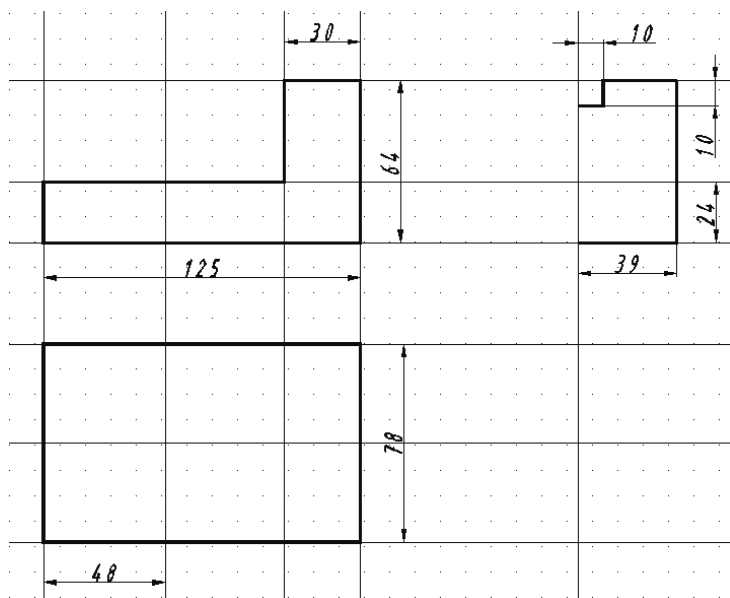

Рисунок 2.4
3. Провести необходимые вспомогательные построения для формирования трех видов детали. Слой – *Вспомогательный*, команда – ПРЯМАЯ (опции **Гор**, **Вер**, **Отступ**), рисунок 2.4.
4. Выполнить обводку внешнего контура вида сверху (привязка – **Пересечение**) без скруглений и вычертить половину внешнего контура вида слева с полярным отслеживанием (или автоотслеживанием) на слое *Контур* командой ПОЛИЛИНИЯ, рисунок 2.4.